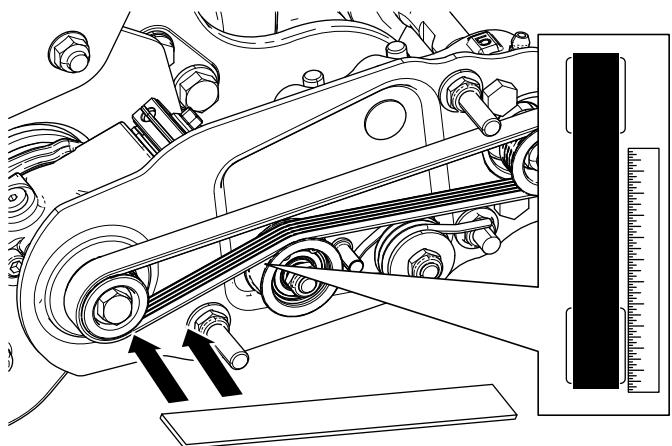

Рисунок 21
- Установите проверочную линейку на наружную поверхность ведущего шкива (Рисунок 21).